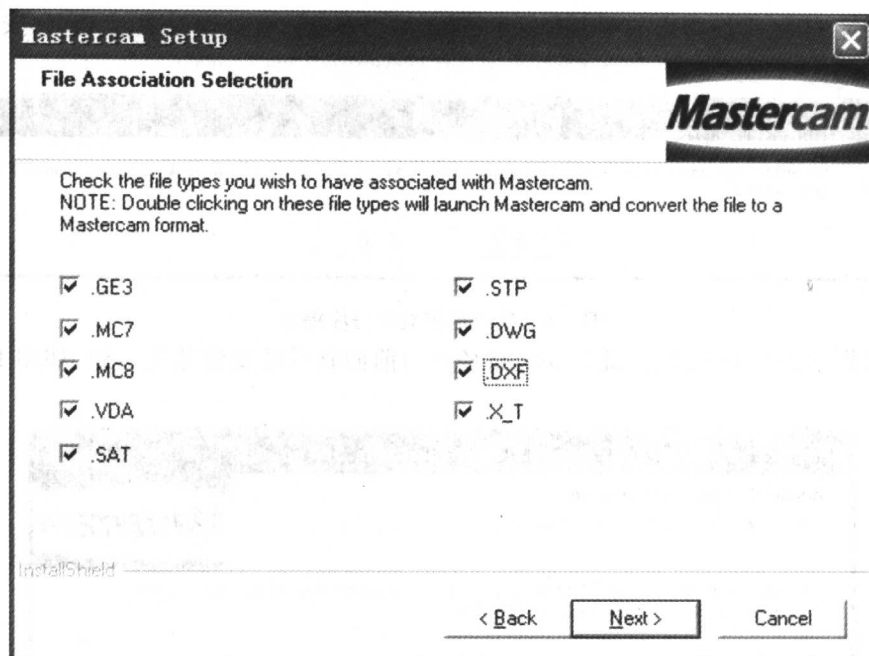

图 1.8 选择文件格式转换
8. 文件格式转换选择对话框,如图 1.8 所示。勾选. DXF 和. X_T,点击 Next。